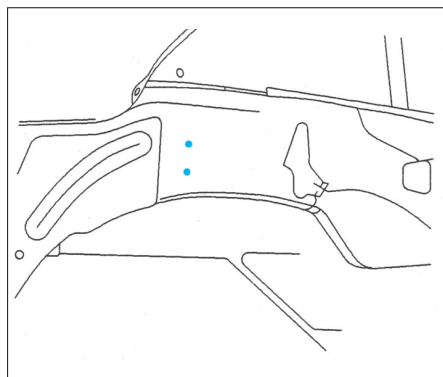

FIG. 37
- Souder par points bouchons au MAG ou MIG (Fig.37).